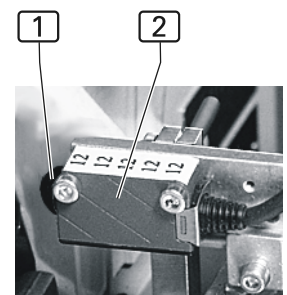

Abb. 9
1. **Abb. 9:** Sicherstellen, dass der Lichtstrahl der Fotozelle [2] nicht durch irgendwelche Gegenstände unterbrochen ist.